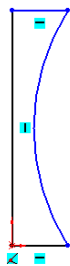
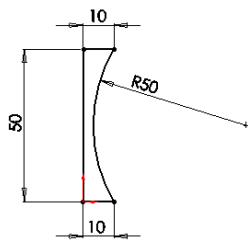

图 5-38 绘制的草图
图 5-39 标注的草图
(1) 新建文件。启动 SolidWorks 2012，选择菜单栏中的“文件”→“新建”命令，或者单击“标准”工具栏中的（新建）按钮，在弹出的“新建 SolidWorks 文件”属性管理器中选择（零件）按钮，然后单击“确定”按钮，创建一个新的零件文件。
(2) 绘制草图。在左侧的“FeatureManager 设计树”中用鼠标选择“前视基准面”作为绘制图形的基准面。单击“草图”工具栏中的（直线）按钮，绘制图 5-38 中的直线段；单击“草图”工具栏中的（3 点圆弧）按钮，绘制图 5-38 中的圆弧。
(3) 标注尺寸。选择菜单栏中的“工具”→“标注尺寸”→“智能尺寸”命令，标注图 5-38 中图形的尺寸，结果如图 5-39 所示。
(4) 旋转实体。选择菜单栏中的“插入”→“凸台/基体”→“旋转”命令，或者单击“特征”工具栏中的（旋转凸台/基体）按钮，此时系统弹出如图 5-40 所示的“旋转”属性管理器。在“旋转轴”一栏中，用鼠标选择图 5-39 中最左边的直线段。单击属性管理器中的“确定”按钮，结果如图 5-41 所示。